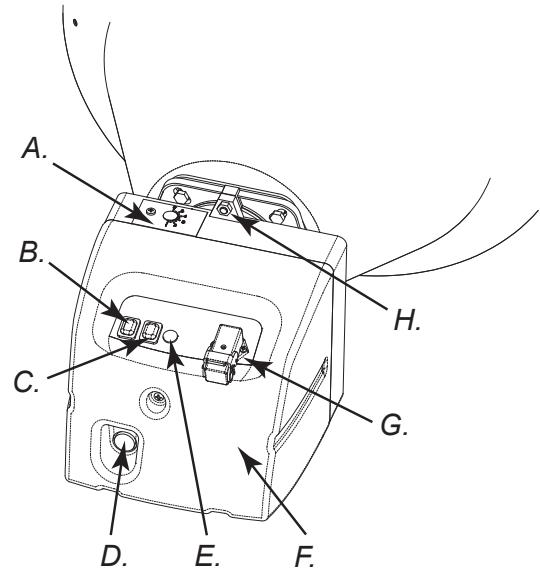
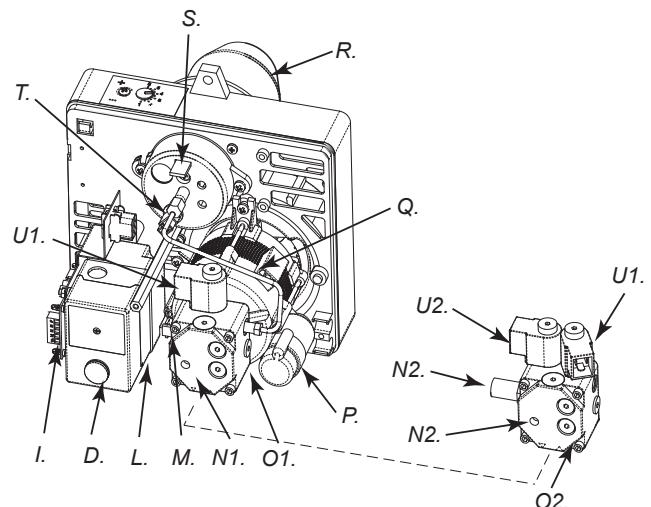

Rysunek 3
Rysunek 4
- Fjern skruen (H Fig. 5), der fastspænder brænderen til forbrændingskammeret (A Fig. 3).
- Tag brænderen ud af forbrændingskammeret (se Fig. 3).
1. Upewnić się, czy w zbiorniku (N na Rys. 4) jest paliwo.
**OUWAGA:** Przed przystąpieniem do podnoszenia lub przemieszczania nagrzewnicy należy sprawdzić, czy zakrętki zbiornika paliwa (F i H na Rys. 3) są mocno dokręcone.
Promiennik można z łatwością przesuwać i ustawić w pozycji podniesionej dzięki mechanizmowi śrub oczkowych (B Rys. 3 lub Rys. 7). Dzięki temu jest możliwe dopasowanie najlepszej pozycji do ocieplania, odmrażania i osuszania.
Posiadana nagrzewnica może być wyposażona w obrotowe tylne kółko (G na Rys. 3). W takim przypadku, - jeśli pozwala na to materiał, którym wyłożona jest podłoga - nagrzewnicę można przemieścić, popychając ją podobnie jak wózek. Jeśli nagrzewnica nie jest wyposażona w obrotowe tylne kółko, należy odblokować zawias (P na Rys. 4), umieszczony na jednym z bocznych wsporników nagrzewnicy. Przestawić uchwyty z położenia spoczynkowego (Rys. 8) w położenie transportowe (Rys. 9). Unieść nagrzewnicię, tak aby spoczywała jedynie na dwóch przednich kółkach i przemieścić ją w żądane miejsce.
- Wykręcić śrubę (H na Rys. 5) mocującą palnik (A na Rys. 3) w komorze spalania.
- Wyciągnąć palnik z komory spalania (Rys. 3).